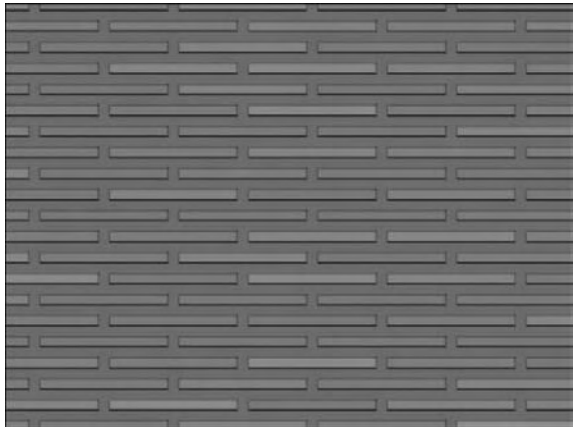

Fig.13.52
- **Modifier (Change)** : modifie la hauteur des recouvrements dans les colonnes concernées. Une valeur de 1 correspond à la hauteur du recouvrement par défaut. Les valeurs supérieures à 1 augmentent la hauteur des recouvrements et les valeurs inférieures à 1 la réduisent. Par exemple : 0.5 (fig.13.52).